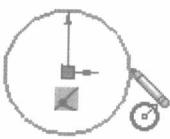

图 2-1-4
② 单击圆绘制图标 ，单击坐标原点绘制一个任意大小的圆，如图 2-1-4 所示。